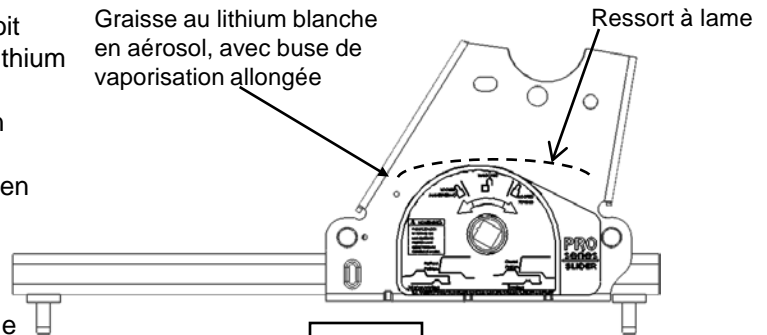

Figure 7
2. Avant d'installer Pro Slider, le ressort à lames doit être graissé tel qu'illustré à l'aide d'une graisse au lithium ou l'équivalent (voir figure 7). Pour de meilleurs résultats, utilisez une graisse au lithium blanche, en aérosol doté d'une buse de vaporisation allongée. Assurez-vous que le dessous du ressort est enduit en entier ! Répétez l'application à chaque mois durant l'utilisation.